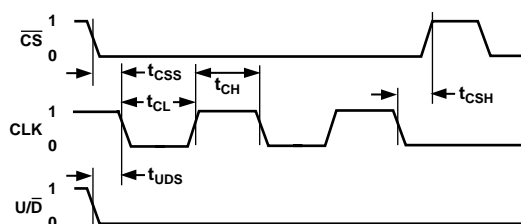

図3 . 詳細タイミング図
AD5220は、128ポジションのデジタル的に制御される可変抵抗 (VR) デバイスを提供します。VR設定の変更は、 \overline{CS} がアクティブLowの間にCLKピンを押すことにより行われます。インクリメントの向きは、U/ \overline{D} (アップ/ダウン)コントロール入力ピンにより制御されます。摺動子が抵抗の端(端子Aまたは端子B)に到達すると、CLKパルスを入力しても摺動子の設定は変化しなくなります。摺動子のポジションは摺動子デコード・ロジックにより直ちにデコードされ、摺動子抵抗が変更されます。押しボタン・スイッチを使ってカウント・シーケンスとカウント方向を制御するときは、適切なデバウンス回路が必要です。正確なタイミング条件を図3に示します。摺動子ポジションが中央に位置した状態でAD5220がパワーオンすると、 R_{WA} と R_{WB} の各抵抗はほぼ等しい値を示します。